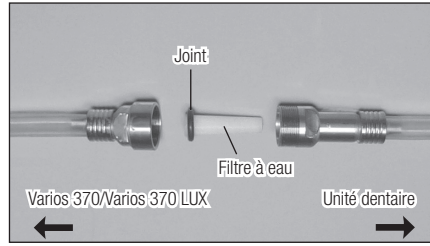

Fig.22
- 3) Une fois que le logement du filtre à eau est séparé, le filtre peut être enlevé, comme sur l'illustration Fig.22.